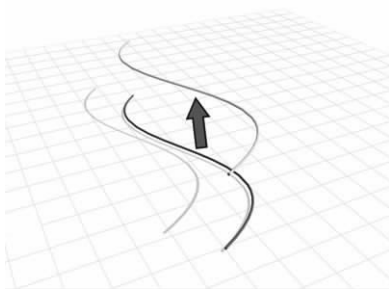

图 5-62 创建变换曲线 ▲
- (创建变换曲线): 在当前曲线的基础上创建一个具有不同位置、旋转或缩放的副本曲线,如图 5-62 所示。